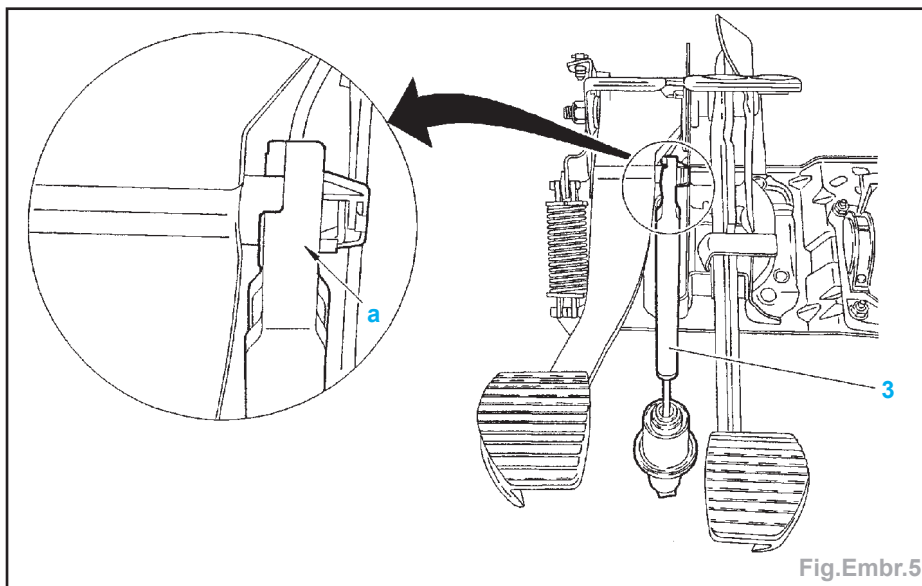

Fig.Embr.5
- Désaccoupler la rotule du cylindre émetteur d'embrayage (3) (en «a») (Fig.Embr.5).